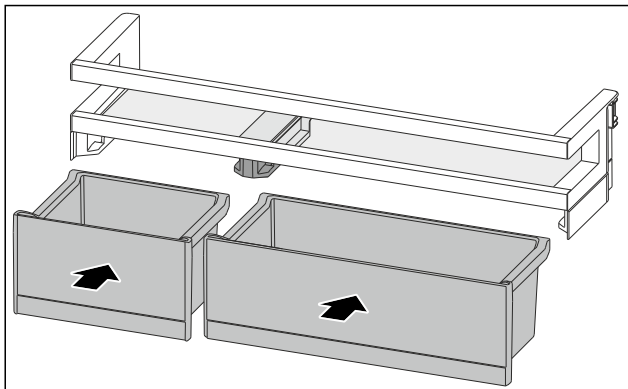

Fig. 173
- VarioBoxes in gewijzigde toewijzing plaatsen. (zie Fig. 173)